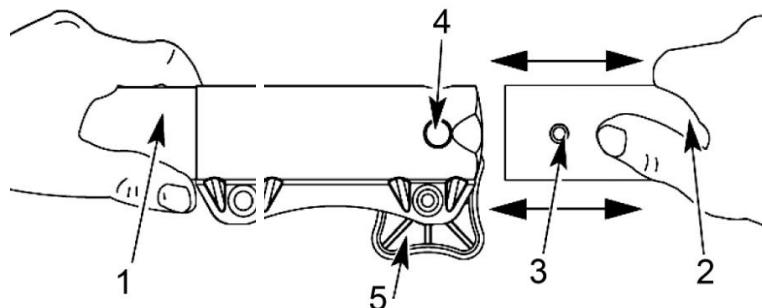

Рис. 2
- Ослабьте зажимную рукоятку (5)(См. Рис.2) соединительной муфты, открутив ее против часовой стрелки.
- Совместите верхнюю (1) и нижнюю (2)(См. Рис.2) штанги.
- При этом фиксирующая кнопка (3) должна зафиксироваться (зашелкнуться) в отверстии (4)(См. Рис.2) соединительной муфты. Если фиксирующая кнопка не зафиксировалась в отверстии соединительной муфты, то следует немного повернуть нижнюю штангу относительно верхней до момента фиксации.
- Затяните зажимную рукоятку (5)(См. Рис.2) соединительной муфты, закрутив ее по часовой стрелке.